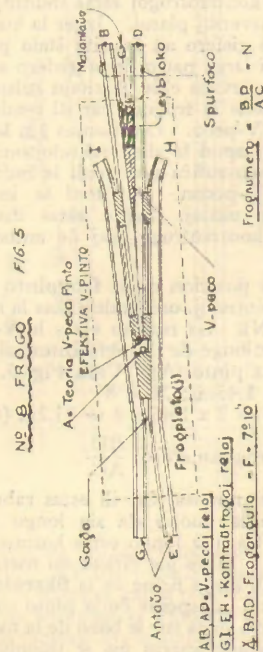

FIG. 5
Por kalkuli la pozicion de la **frogpinto teoria**, rilate al la pintoj de la pintreloj, oni multiplikas la **spuron (S)** x 2 x **frognumero (N)**. La rezulto estas la **V-peca distanco (L)** mezurata laŭlonge de la rekta **interrelo**, de la pintrela pinto ĝis V-peca pinto (A). Vidu Fig. 5.